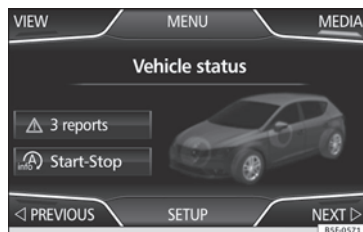

Fig. 28 Ver localização na Fig. 3
- Pressione o botão de função **Setup** para abrir o menu **Ajustes do veículo** »» Fig. 28.